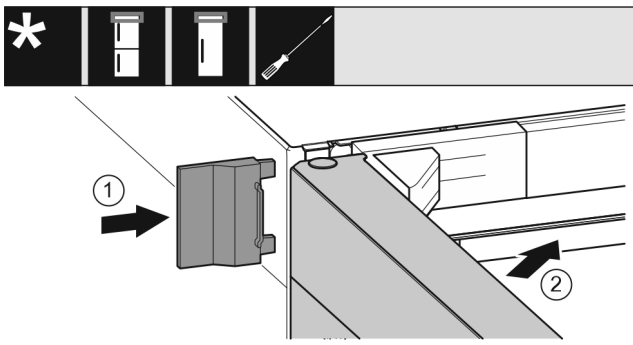

Fig. 21
- ▶ Shtyni kapakun mbulues të jashtëm. *Fig. 21 (1)*
- ▶ Mbyllni derën lart. *Fig. 21 (2)*